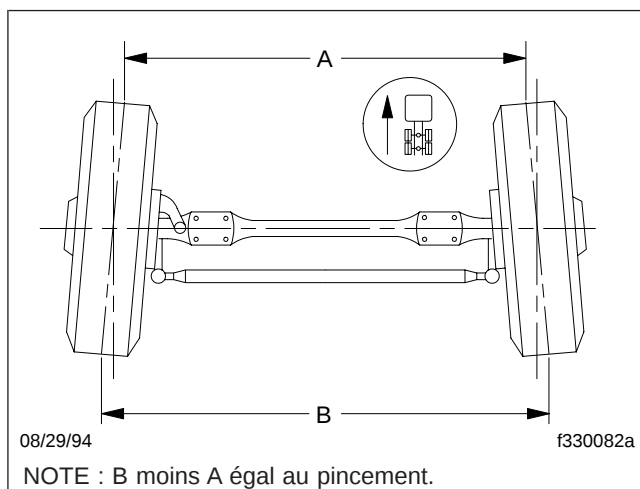

Fig. 5, Pincement des roues (vue du dessus)
6. Placez une barre derrière les pneus avant; localisez les indicateurs de la barre à la hauteur de la fusée et ajustez-les pour les aligner sur les lignes tracées sur les nervures centrales des pneus avant. Voir la **figure 5**. Bloquez le tout. Assurez-vous que la balance est à zéro.